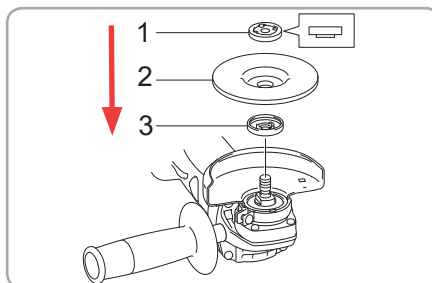

Fig.7
- Montați flanșa interioară Fig. 7 (3) pe ax
- Fixați discul Fig. 7 (2)
- Înșurubați piulița Fig. 7 (1)